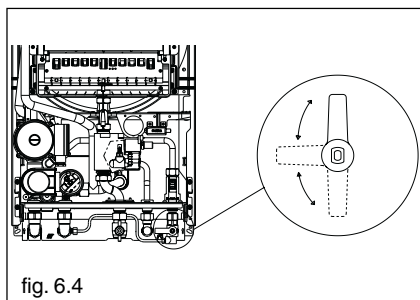
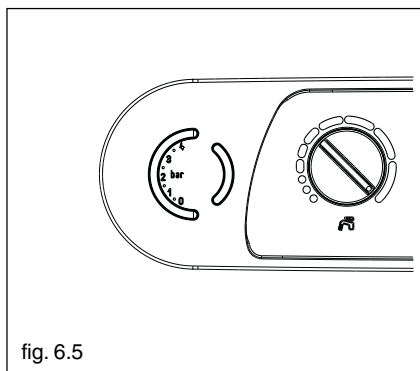

fig. 6.4
fig. 6.5
- aprire il rubinetto di riempimento (fig. 6.4) fino a che il valore di pressione sia compreso tra 1 e 1,5 bar (fig. 6.5)